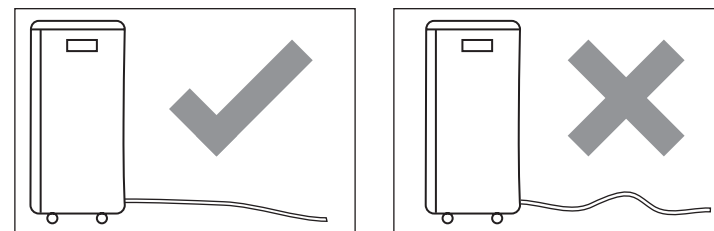

Рис. 17
**ПРИМЕЧАНИЕ:** Убедитесь в том, что высота дренажного шланга или любой его части не находится выше уровня сливного отверстия кондиционера (см. рис. 17). В этом случае полностью опорожнить резервуар для конденсата не удастся.